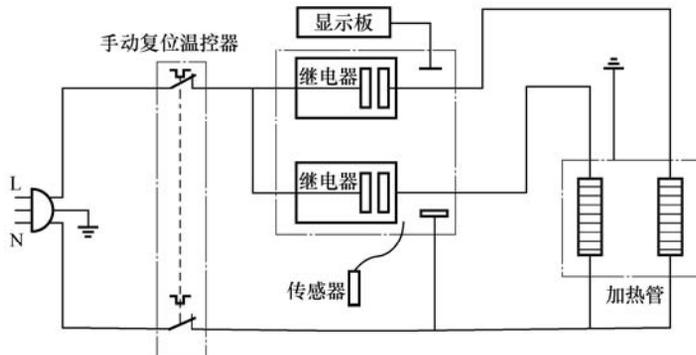

图 5-81 海尔 ES80H-D1 (E) 型电热水器电气原理图
【要点点拨】海尔 ES80H-D1 (E) 型电热水器电气原理图如图 5-81 所示。